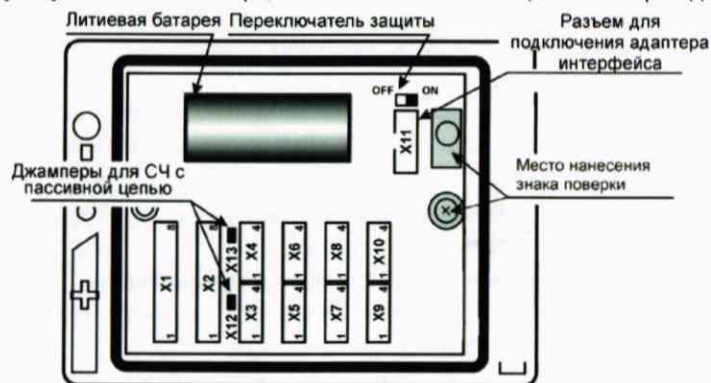

Рис.5.3 Размещение разъемов на модуле и мест нанесения знака поверки.
- отключите соединители от разъемов вычислителя и подключите к разъему X11 (рис.5.3 РЭ) штатный адаптер интерфейса, если ранее он был отключен;
Знак поверки наносится на наклейку, защищающую доступ к кнопке «калибровка» на электронном модуле (платы) прибора и крепежный винт защитного каркаса электронного модуля внутри корпуса прибора (рис. 5.3 РЭ).
Примечание: Соединитель С4, адаптер АРС70 и компьютер применяются только при автоматизированной поверке. При этом в вычислителях, имеющих встроенный интерфейс Ethernet, к разъему X11 (рис. 5.3) должен быть подключен внешний адаптер RS232, к которому, в свою очередь, подключается соединитель С4.
- наличие установленных джамперов Х12 и Х13 (рис. 5.3).
- установите в левое положение (OFF) переключатель установки защиты (рис.5.3 РЭ) и выведите на табло (п.3.3 РЭ) настроечный параметр **ПИ (БД-Системные-Общие)**;
- установите в вычислителе переключатель защиты в правое положение (ON) (рис.5.3 РЭ);
- последовательно устанавливая на выходе стенда СКС6 меры сопротивлений (R) - значения сопротивлений согласно таблице 7.1, определите при каждом значении сопротивления, показания температуры по обоим трубопроводам, которые должны соответствовать значениям, указанным в таблице 7.1;